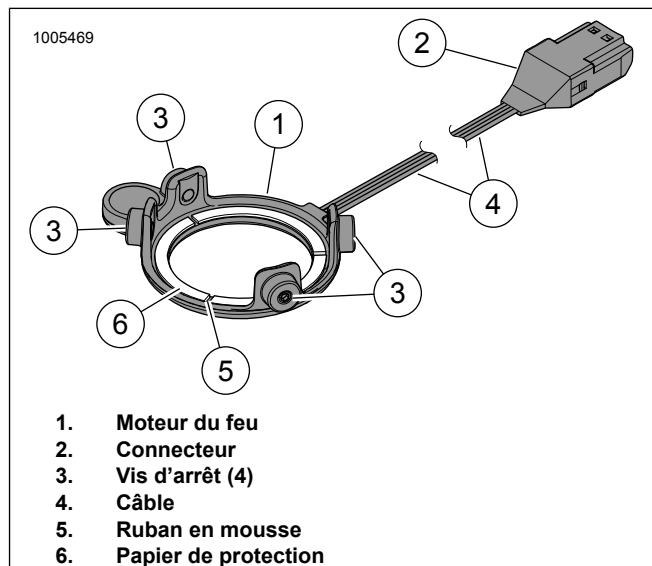

Figure 28. Feu DÉL, haut-parleur Stage I rond
7. Voir la figure 28. Retirer le papier de protection (6) du ruban de mousse (5) à l'arrière du moteur du feu (1).